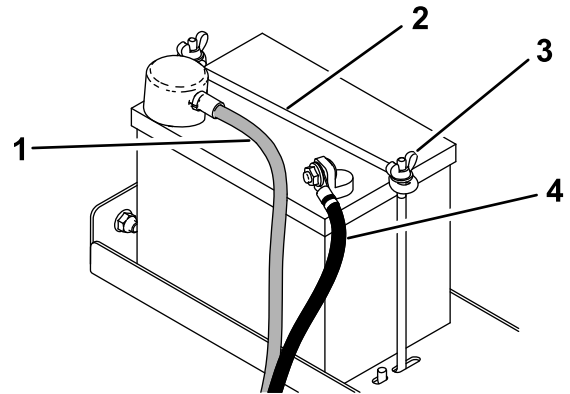

Figura 31
3. Retire el cable negativo de la batería (Figura 31).
4. Retire el cable positivo de la batería (Figura 31).
5. Retire las 2 tuercas de orejeta, la varilla de seguridad y la batería (Figura 31).
1. Coloque la batería sobre la plataforma y sujétela con las 2 tuercas de orejeta y la varilla de seguridad (Figura 31).
2. Conecte el cable positivo de la batería a la batería (Figura 31).
3. Conecte el cable negativo de la batería a la batería (Figura 31).